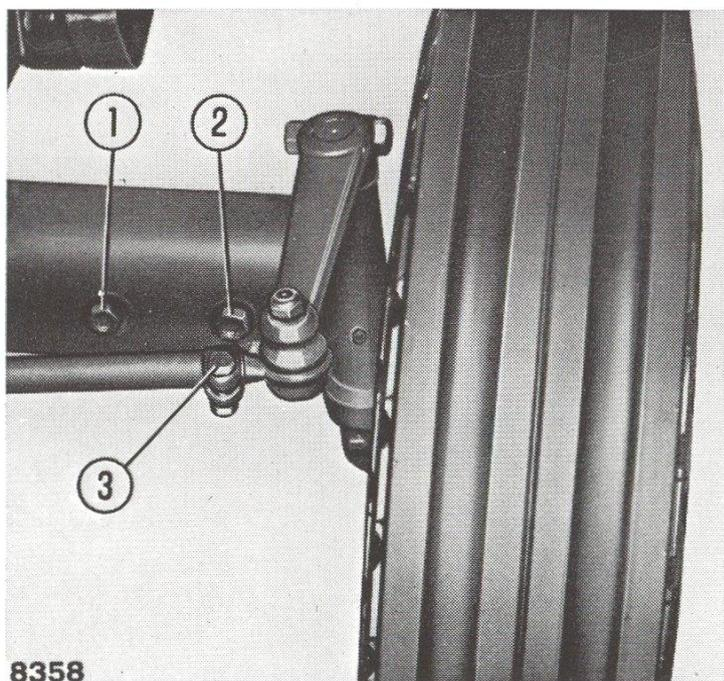

Fig. 22. - Extrémité coulissante de l'essieu avant.
1 et 2 fig. 22 (couple de serrage : 20 mkg - 196 mN*) ;
- régler la longueur des tirants de direction qui relient les deux roues, en démontant la vis de blocage 3 fig. 22 (couple de serrage 6 mkg - 59 mN*) ;